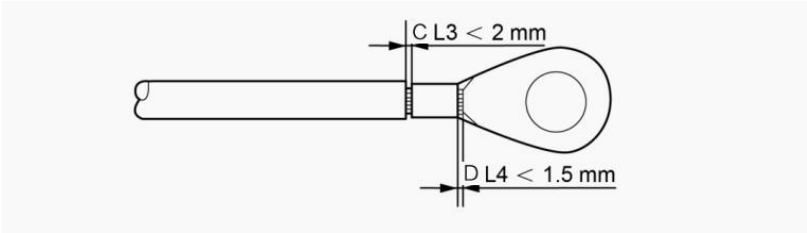

图 3.15 线缆压接
4. 将剥开的线缆穿入 OT 端子压接区内，然后使用液压钳将端子压接到线缆上（如图 3.15）。